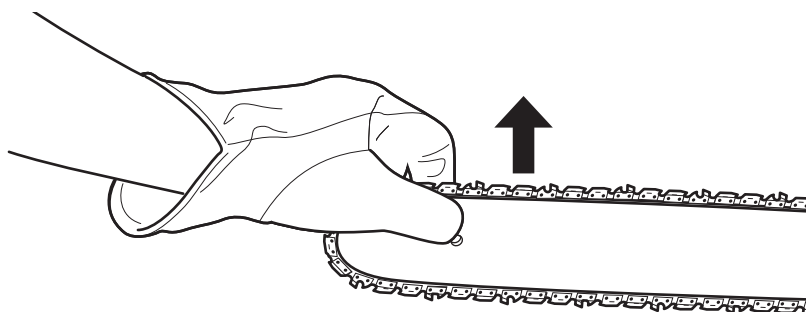
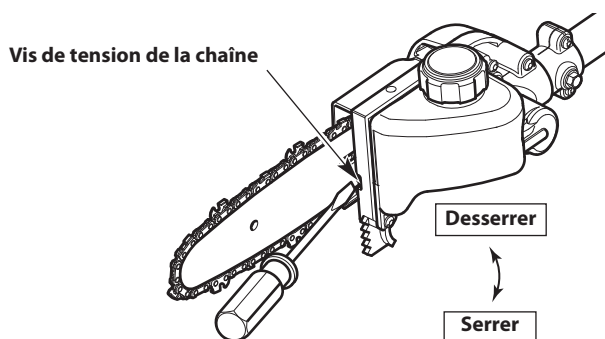

Fig. 15
Fig. 16
2. Tenez la pointe de la tige de guidage (Fig. 15) et utilisez un tournevis à tête plate pour visser la vis de tension de chaîne (Fig. 16).